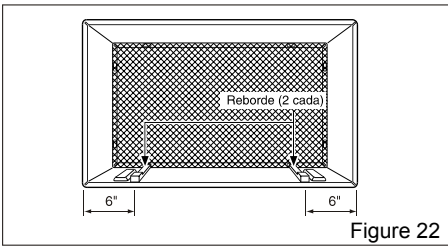

Figure 22
- 7** Extraiga el refuerzo de las tiras de reborde 33,02 (13) y fíjelas según se muestra abajo en la FIG 22. La parte superior del reborde debe colocarse enfrente del reborde en la base del alojamiento de la pared.